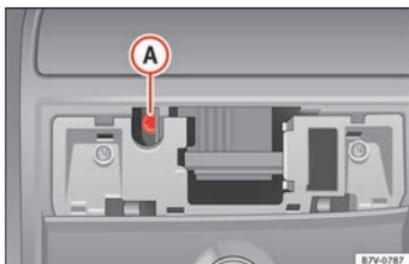

Fig. 16 Parafuso Allen para fechar o teto de abrir panorâmico.
- Introduza uma chave Allen comum¹⁾ de tamanho 4 mm no parafuso Allen » **Fig. 16** **A**.